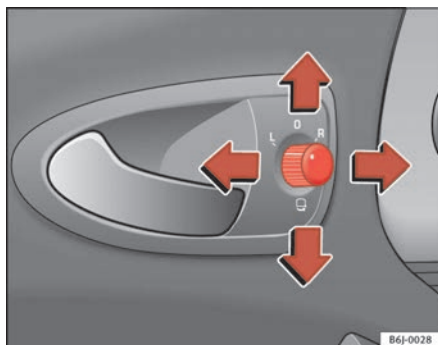

Fig. 63 Mando de los retrovisores exteriores
1. En primer lugar, gire el mando ⇒ fig. 63 hasta la posición **L** (retrovisor izquierdo).
- Gire el mando ⇒ fig. 63 hasta la posición ☐ para plegar los retrovisores exteriores. Para evitar daños en el vehículo, debería plegar los retrovisores exteriores siempre que utilice un túnel de lavado automático.